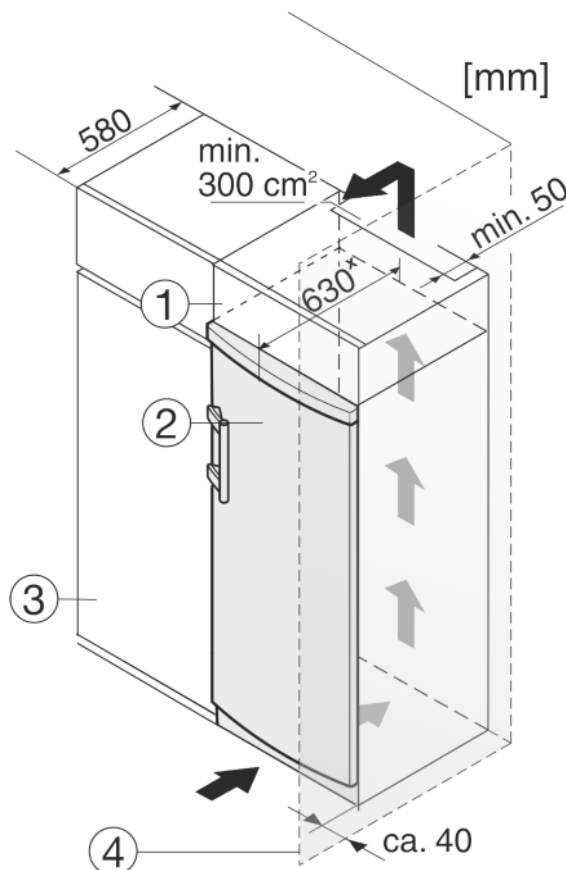

Fig. 9
Устройство может быть окружено предметами кухонной обстановки. Чтобы уравнивать устройство Fig. 9 (2) по высоте с кухонной стенкой, можно установить над устройством соответствующий дополнительный шкафчик Fig. 9 (1).
При комбинировании с кухонными шкафами (глубина макс. 580 мм) устройство можно установить непосредственно рядом с кухонным шкафом Fig. 9 (3). Устройство выступает сбоку на 34 мм\* и по центру на 50 мм\* относительно передней стенки кухонного шкафа.
Если устройство установлено на шарнирах у стены *Fig. 9 (4)*, то расстояние между устройством и стеной должно быть не менее 40 мм. Настолько выступает ручка при открытой дверце.